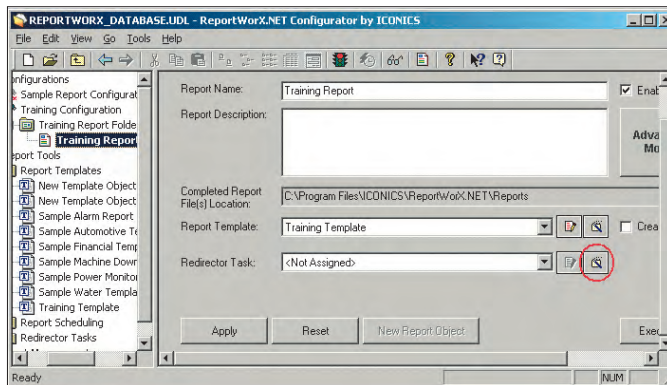
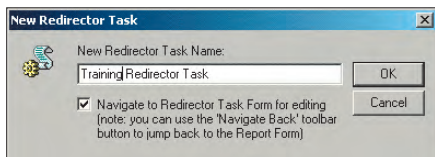

Рис. 23. Создание задания направления отчётов
Рис. 24. Имя задания перенаправления
1. Нажмите кнопку  (Create New Redirector Task), расположенную справа от поля **Redirector Task** (задания перенаправления отчётов), в окне конфигурирования отчёта (рис. 23). При этом на экран будет выведено окно, показанное на рис. 24.